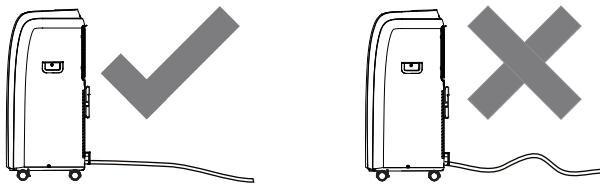

Рис. 31
**ВНИМАНИЕ: Пожалуйста, убедитесь, что высота сливного шланга расположены не выше высоты сливного отверстия, иначе резервуар для воды не будет опустошаться. (Рис. 31 и 32)**